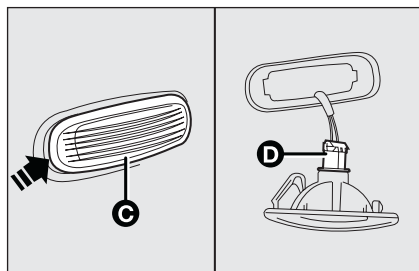

fig. 24
- ☐ faire levier dans le point indiqué par la flèche, de façon à comprimer l'agrafe de fixation, et extraire le groupe **C**-fig. 24 ;